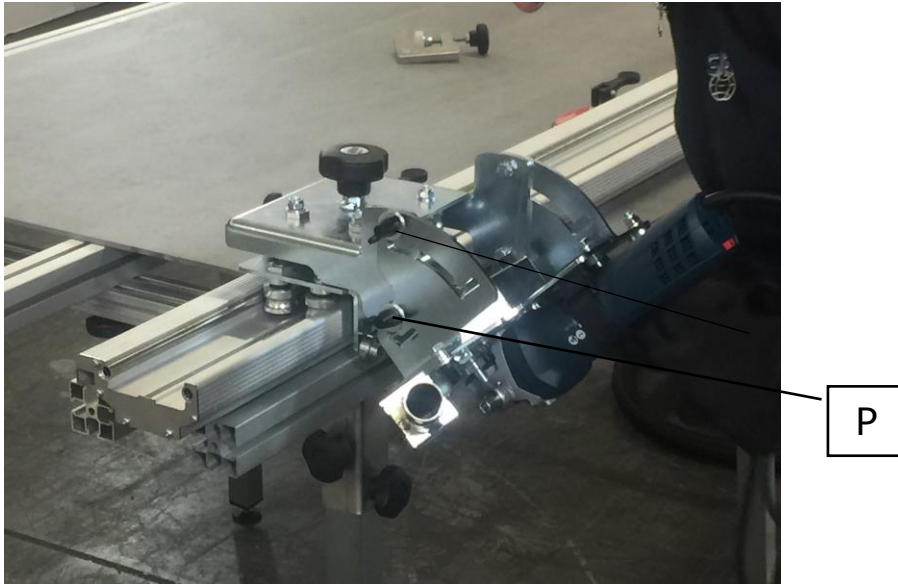

Fig. 6.3.2 Taglio 45° (Jolly)
- 21- Settare il dispositivo in posizione a 45° allentando i 4 pomelli P in (fig6.3.2), alzare la piastra con fissato la smerigliatrice e ruotarla verso il basso a 45 gradi poi abbassarla in modo che la 4 viti entrino nelle apposite sedi